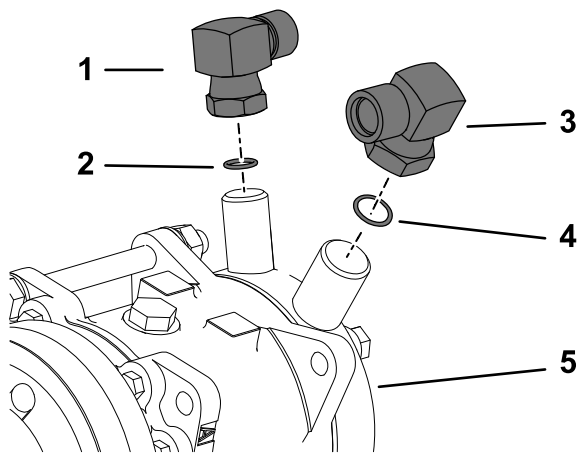

図 39
2. エアコン用ポンプの低圧側吸入側ポートに90度フィッティング $\frac{1}{8}$ "と O リングサイズ 8 を取り付ける 図 39。
4. エアコン用ポンプの高圧側吐出側ポートに90度フィッティング $\frac{3}{4}$ "とOリングサイズ10を取り付ける図 39。